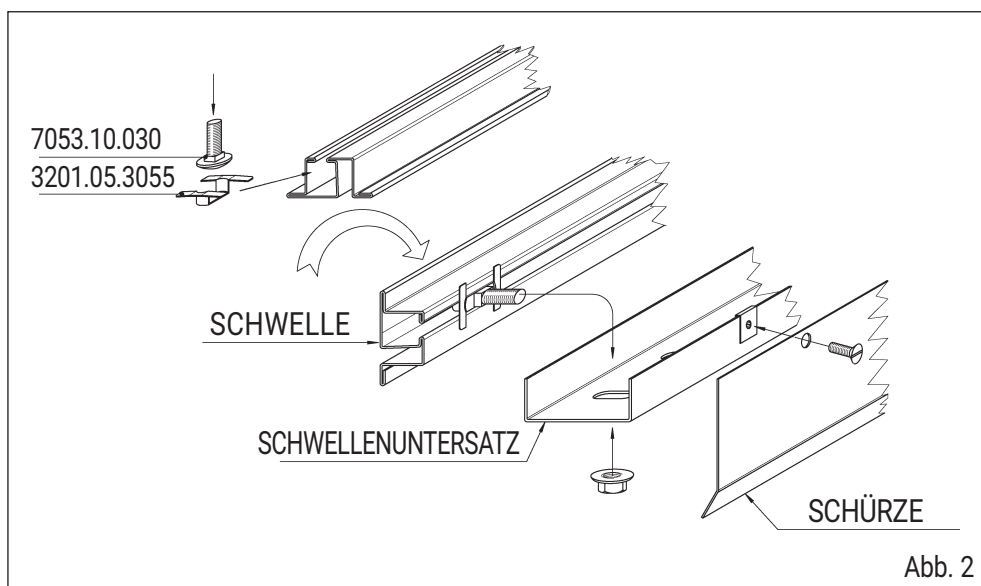

Abb. 2
Zur Demontage genügt es, den Gleitschuh nach unten zu drücken und von seiner Halterung zu entnehmen (1) (Abb. 2).
Der Ein- und Ausbau der unteren Führungen ist am montierten Türblatt möglich. Nach dem Lösen der Schraubverbindung kann eine Führung bis zum Schwellenende geschoben oder durch Kippen und Ziehen direkt entnommen werden (Abb. 2).
Die Befestigung der Schwelle und der Blende erfolgt wie in der Abbildung 2 dargestellt.